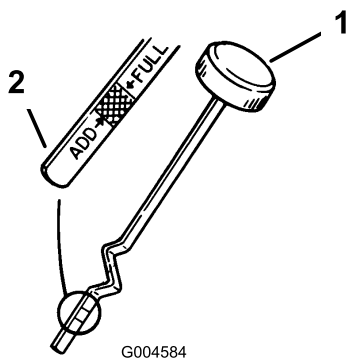

Bild 21
9. Skru oliepinde af, og tør pindens metalende ren (Bild 21).